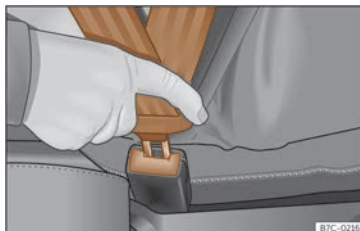

Fig. 13 Inserir la llengüeta del cinturó de seguretat en el seu tancament.
- Encasteu la llengüeta en el tancament del seient corresponent»» fig. 13.